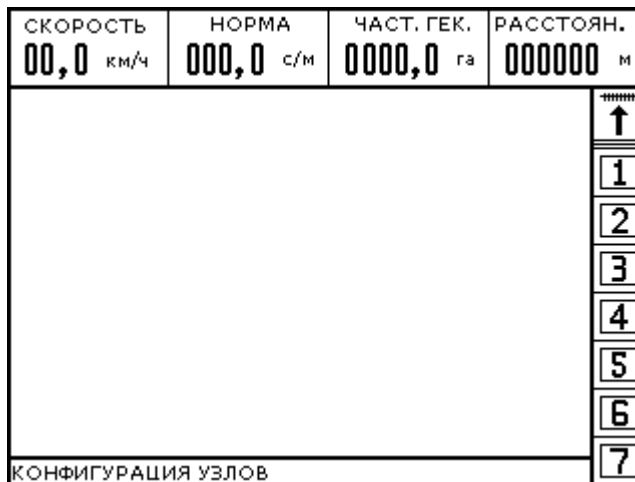

Рисунок 28. Начало процесса конфигурации узлов
2. **Войдите в функцию КОНФИГУРАЦИЯ УЗЛОВ** следующим способом: включите монитор, нажимая клавишу  и сразу же держите нажатой клавишу  пока не услышите два “бип”. Тогда в строке сообщений появится надпись “КОНФИГУРАЦИЯ УЗЛОВ” указывая, что начался процесс (*Рисунок 28*).